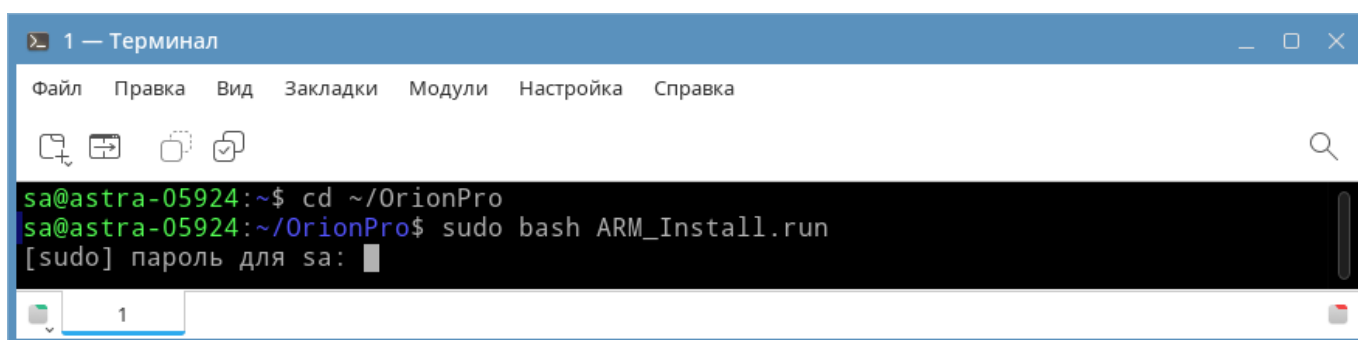

Рисунок 2-7 Аутентификация пользователя
- 5) Если ранее в терминале не была осуществлена аутентификация, введите запрашиваемый пароль (см. Рисунок 2-7) и нажмите клавишу <Enter> на клавиатуре. Этот шаг может быть пропущен, если для текущей сессии терминала ранее уже была осуществлена аутентификация пользователя;